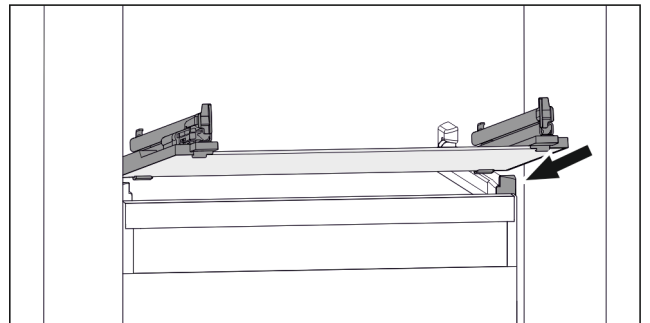

Fig. 74 Primjerni prikaz staklene ploče
- ▶ Stavite ladicu ukoso iza zaustavljača. (pogledajte Fig. 74)